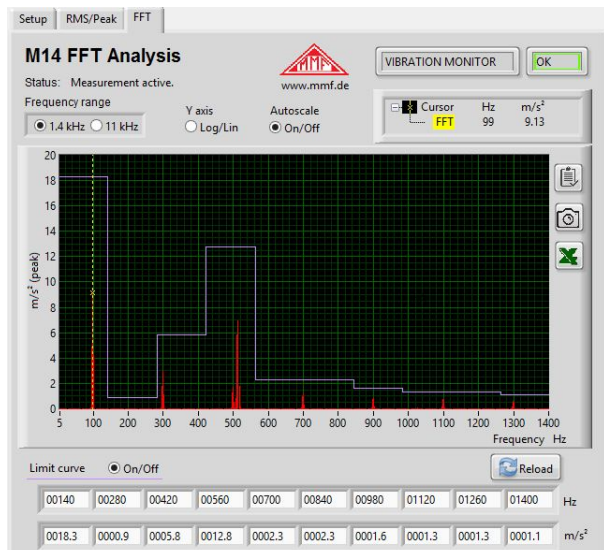

Bild 27: Frequenzanalyse
**Frequenzanalyse** Durch Klick auf den „FFT“-Tab starten Sie die Frequenzanalyse (Bild 27).